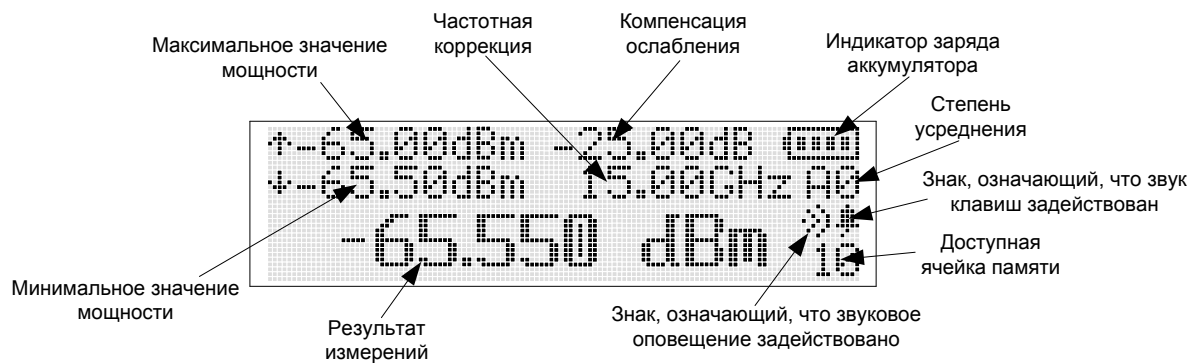

Рисунок 4.2 – Вид окна индикатора в режиме измерений
– последовательно нажимая клавиши «▲», («▼») или «◀», («▶»), изменить установленное значение частоты до требуемой величины, если данным клавишам задана функция изменения параметра «частотная коррекция» (4.3.1). При этом значение частоты, отображаемое на экране индикатора («Частотная коррекция», рисунок 4.2) должно изменяться с установленным шагом. Установка шага изменения частоты осуществляется в пункте меню «Частотная корр-я» в режиме значений путем установления курсора под требуемым разрядом значения в ГГц.
– последовательно нажимая клавиши «▲», («▼») или «◀», («▶»), изменить установленное значение ослабления до требуемой величины, если данным клавишам задана функция изменения параметра «компенсация ослабления» (4.3.1). При этом значение ослабления, отображаемое на экране индикатора («Компенсация ослабления»), рисунок 4.2) должно изменяться с установленным шагом. Установка шага изменения частоты осуществляется в пункте меню «Компенс. ослабл.» в режиме значений путем установления курсора под требуемым разрядом значения в дБ.
При выборе режима измерений относительно значения из ячейки памяти, на индикаторе будет отображаться результат отношения текущего уровня мощности к значению, сохраненному в ячейке памяти, номер которой отображен в правом нижнем углу индикатора (рисунок 4.2). Выбор сохраненного значения из требуемой ячейки памяти проводят в соответствии с 4.3.7.
На индикаторе усреднение отображается в правом верхнем углу в виде символа “А n”, где “А” означает усреднение (averaging), n – степень усреднения. Символ “АА” означает, что текущая степень усреднения 10 или А, в шестнадцатеричной системе счисления. При установке автоматического усреднения («Меню > Усреднение > Авто») степень усреднения n на индикаторе в режиме измерений (рисунок 4.2) будет принимать значения 1,2,...,9, А в зависимости от уровня мощности на входе СВЧ согласно таблице 4.2.